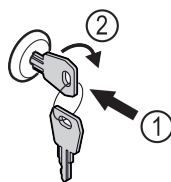

Fig. 159
- ▶ Dugja be a kulcsot. Fig. 159 (1)
- ▶ Forgassa el a kulcsot 90°-kal az óramutató járásával megegyező irányba. Fig. 159 (2)